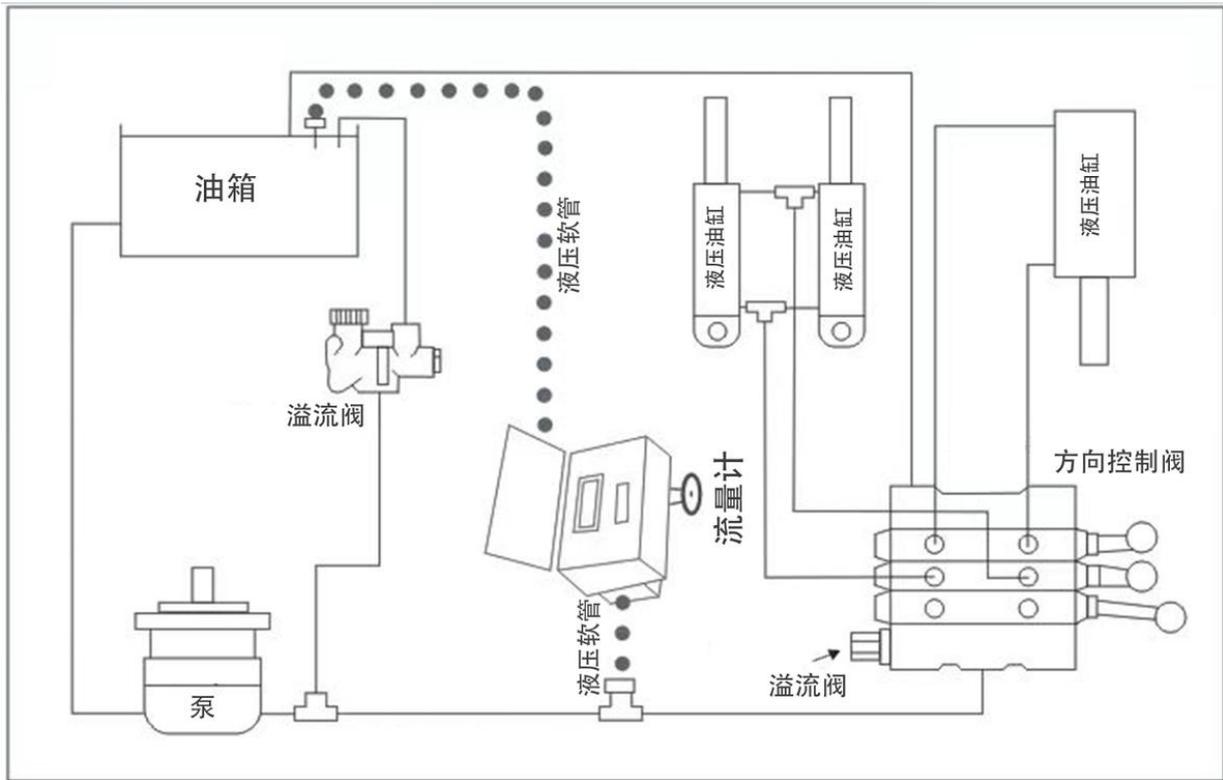

图 A2
“T”型连接测试（流量测试仪的连接方式请见图 A2 所示）
4.2 系统和溢流阀测试（请见图 A2）